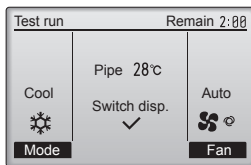

Fig. 7-3
- ① Premere il pulsante [F1] per cambiare il modo operativo. (Fig. 7-3)